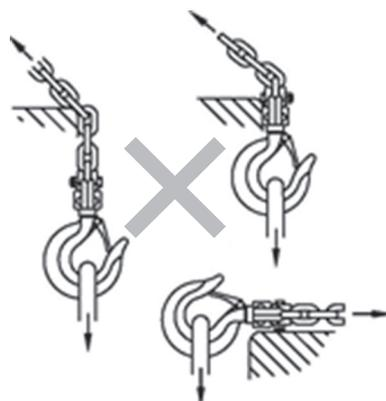

図 3
- 操作時は吊り上げチェーンと下フックが同一直線上にくるようにし、誤った操作をしないでください(図3)。